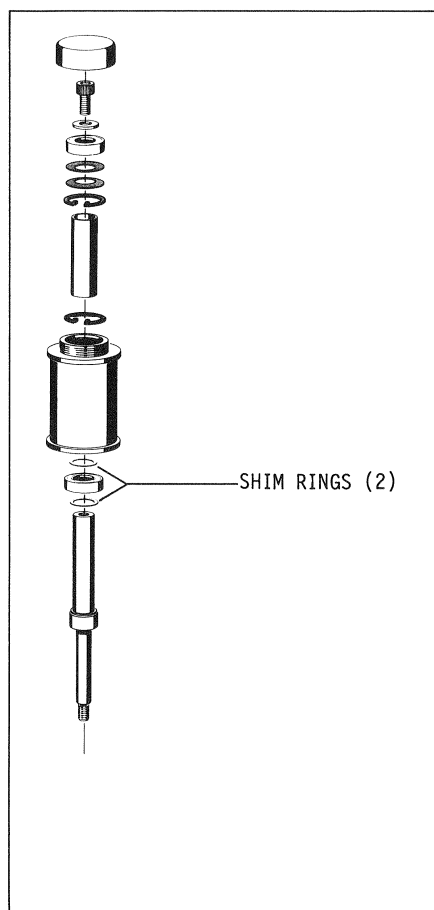

Fig. 3.8.3
Die Höhe dieser Rollen kann verändert werden durch Auswechseln der Distanzscheiben (2) Fig. 3.8.3 + 3.8.4.
The height of these rollers can be adjusted by replacing the shim rings (2) Fig. 3.8.3 and 3.8.4.